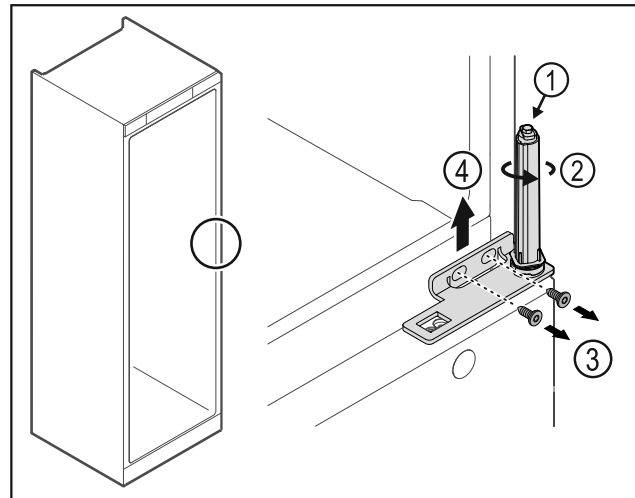

Fig. 32
- Non disassemblare il sistema di chiusura della porta Fig. 32 (1).
- Ruotare il sistema di chiusura Fig. 32 (2) finché non si innesta con un clic.
- Svitare le viti Fig. 32 (3), rimuovere la cerniera angolare Fig. 32 (4) verso l'alto.